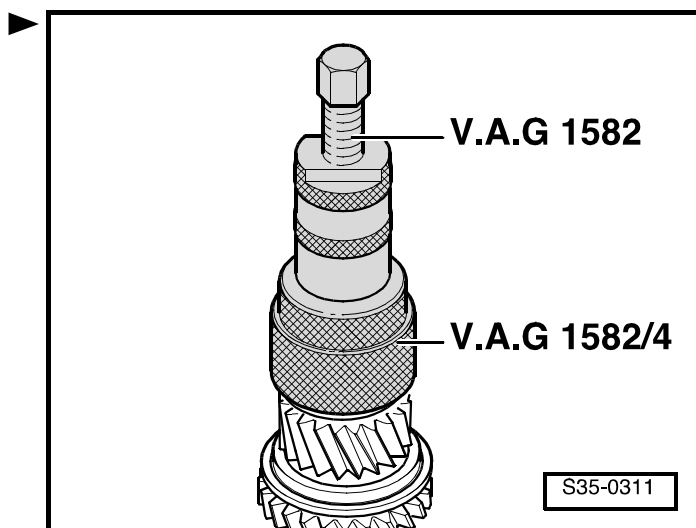

Рис. 8: Положение для сборки каретки синхронизатора для передачи заднего хода
- положение для сборки ⇒ Рис. 8 в **35-3** страница 6